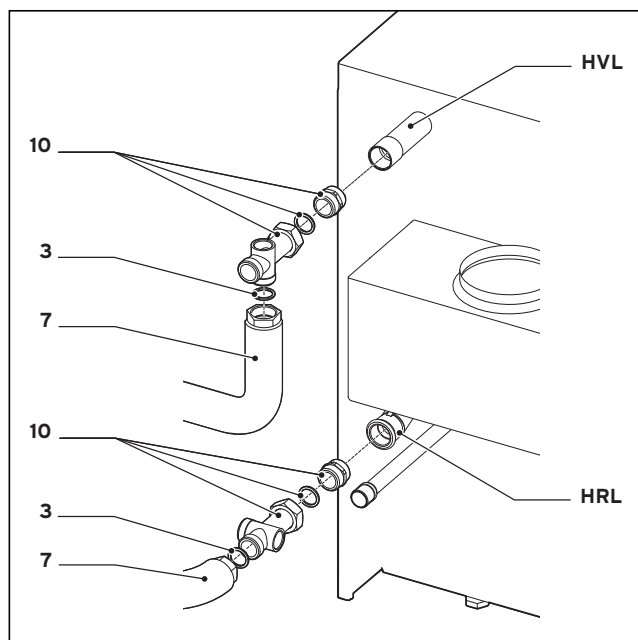

Fig.2 : Montage du kit de recharge du ballon sur atmoVIT exclusiv
- Dévisser le mamelon double des douilles (10) (sont montés à la main départ usine).
- Etanchéiser le mamelon double avec du chanvre dans les raccords de la chaudière pour départ chauffage (HVL) ou départ ballon (SpVL) et retour chauffage (HRL) (voir fig. 2 à 5).
- Monter le tuyau ondulé en inox (7) avec l'écrou-raccord bordant le tuyau ondulé et la bague d'étanchéité fournie (3) respectivement à un raccord de la chaudière.